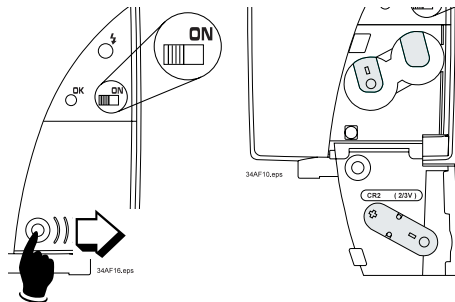

Fig. 1: Mise en place et remplacement des piles
- Appuyez sur le bouton de déverrouillage, puis repoussez le couvercle vers la droite pour l'ouvrir (Fig. 1).